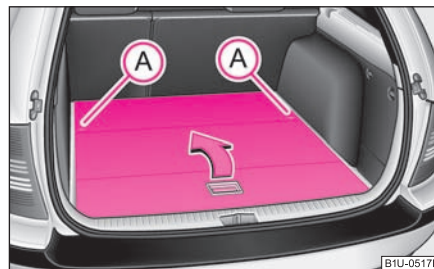

Fig. 73 Podeaua variabilă de încărcare
- Prin rotirea bolțului de siguranță (A) cca. 90° spre stânga, deblocați podeaua ⇒ pagina 66, fig. 73.